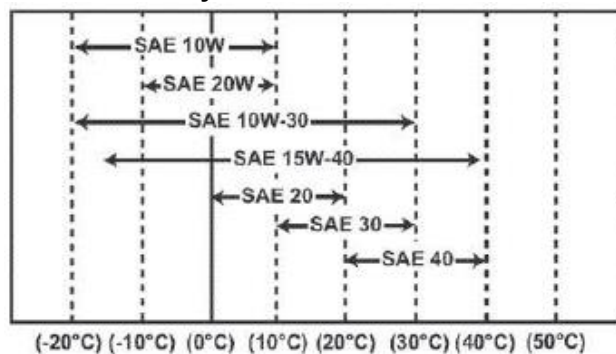

Рисунок 2
- Выбор вязкости масла производится на основании температуры окружающей среды, в которой эксплуатируется двигатель. См. таблицу классификации масел по вязкости SAE (Рисунок 2).
Следует выбрать соответствующую вязкость моторного масла, основываясь на температуре окружающей среды и используя классификацию масел по вязкости SAE, представленную на в таблице на Рисунок 2.